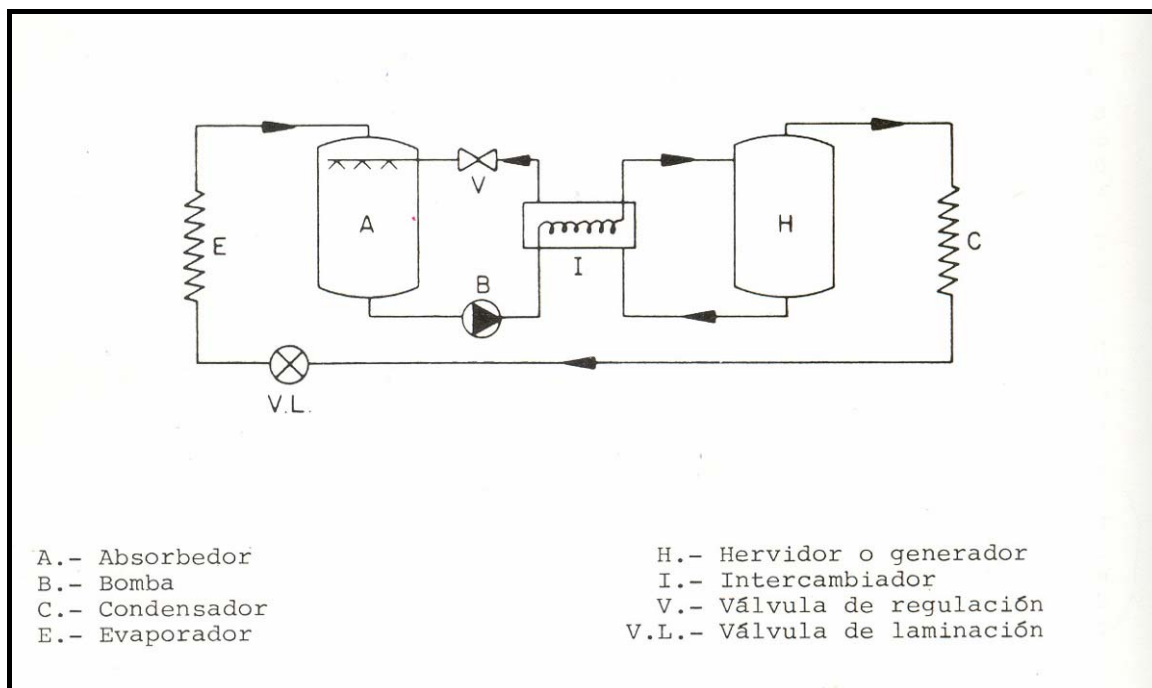

FIGURA 1
El funcionamiento de una máquina de absorción es bastante complejo, pero en algunos componentes resulta similar a la máquina de compresión. La diferencia entre ambas radica, básicamente, en el compresor. En la máquina de compresión mecánica, se trata de un compresor que aspira gas del evaporador y lo comprime en el condensador. En la máquina de absorción se realiza lo mismo, pero aquí el compresor no es mecánico, sino que una disolución de bromuro de litio al absorber o perder agua hace las veces de compresor. Veamos la función de cada elemento más despacio mirando la figura 1 (página siguiente), en la cual hay dos depósitos, uno está señalado con la letra (H) y el otro con la (A): el hervidor y el absorvedor.
VÁLVULA DE LAMINACIÓN (V.L.): La válvula de laminación no tiene más misión que separar las distintas presiones de alta y baja que tiene una máquina de absorción, correspondiendo la parte izquierda de la figura 1 (E, A) a la parte de bajas presiones y la parte derecha (H, C) a la de alta presiones. Después de que el agua líquida atraviese la válvula de laminación, ésta pasa al evaporador.
Explicado el funcionamiento de la máquina de absorción, diremos que uno de los problemas que tienen estos aparatos es su bajo rendimiento, mucho menor que las de compresión. Para aumentar el rendimiento hay que hacer máquinas de varias etapas (la Figura 1 representa la de una etapa), las cuales son más caras, complejas y aumenta la temperatura de alimentación a la máquina.